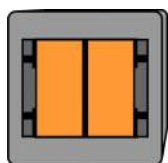
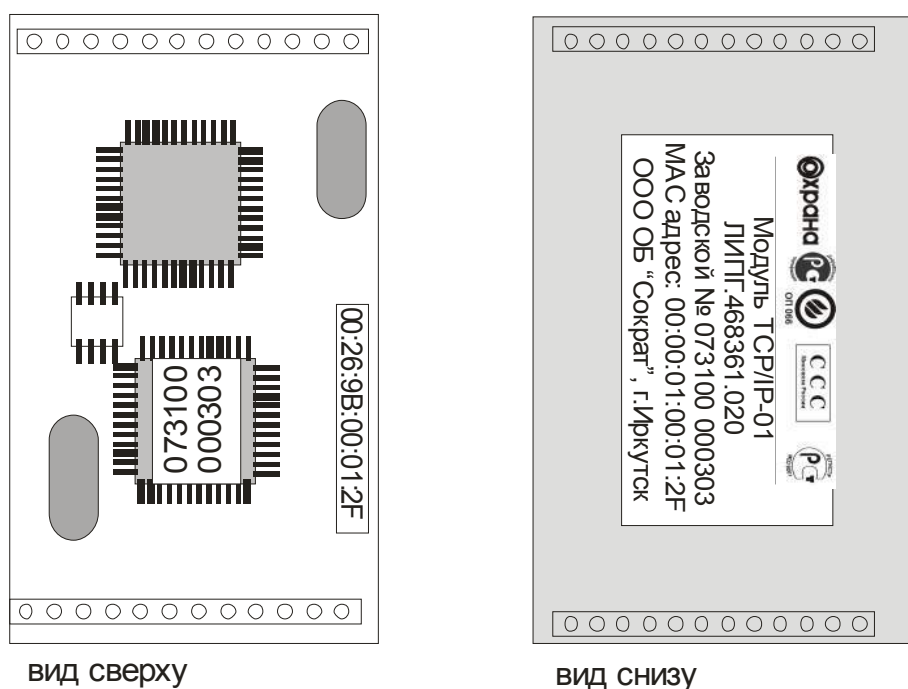

Рисунок 1: Общий вид коммуникатора TCP/IP
Рисунок 2: Модуль ТСР/ІР-01
4.1 Общий вид коммуникатора показан на рис. 1.
**ВНИМАНИЕ!** Существует различия в платах коммуникатора исполнения 01 и исполнений 02, 03. Отличать следует платы по трансформатору, обозначенному цифрой 1 на рис. 1.
4.2 Коммуникатор имеет пластиковый корпус. Внутри корпуса установлена печатная плата устройства с электронными компонентами. Функционально коммуникатор состоит из модуля Модем (микроконтроллер ATmega), модуля TCP/IP-01 (рис. 2), блока интерфейсных микросхем и блока питания (рис. 1).